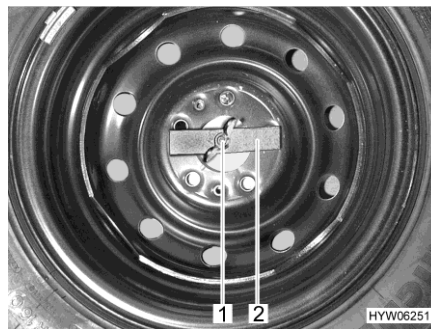

Bild 240 Reservhjul i det bakre bagageutrymmet
- Vingskruvar (Bild 240,1) lossas för hand och skruvas av.
- Tryckstycket (Bild 240,2) tas bort.